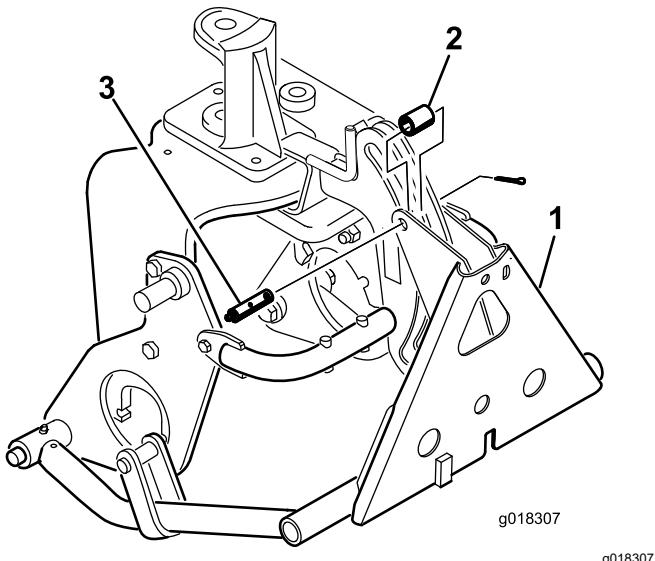

Figura 16
- Sujete el adaptador del bastidor al bastidor de enganche con un tubo, una chaveta y un pasador (Figura 16).